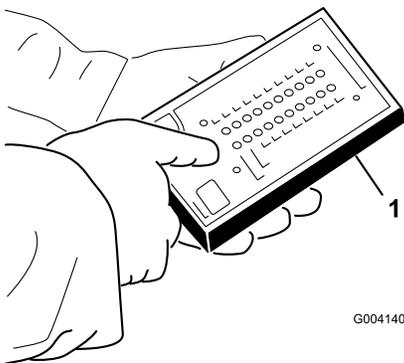

Bild 48
5. Schließen Sie den Stecker der ACE-Diagnostik an den Kabelbaum an (Bild 48).